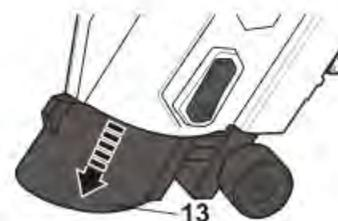

Fig. 2
- > Tirez le tube télescopique [13] sur toute la longueur d'arrêt jusqu'à ce que le bouton de déverrouillage [14] se mette en place (Fig. 2).